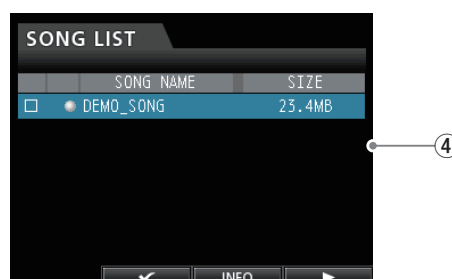

Fig 17
Press the **MENU** button to open the **MENU** screen (Fig. 17-①), and use the **JOG/DATA** dial to select the **"SONG"** icon (Fig. 17-②).
After selection, press the **F4** button (Fig. 17-④), which corresponds to the **[▶]** icon at the bottom right of the screen (Fig. 17-③), to open the **"SONG LIST"** screen.
**MENU** ボタンを押し、画面に**[MENU]**画面(Fig17-①)を表示させ、カーソルを**JOG/DATA**ダイヤルで操作し、**"SONG"**アイコン(Fig17-②)を選択する。
選択後、画面右下の**[▶]**マーク(Fig17-③)に対応する**F4**ボタンを押し、**[SONG LIST]**選択画面(Fig17-④)に移動する。